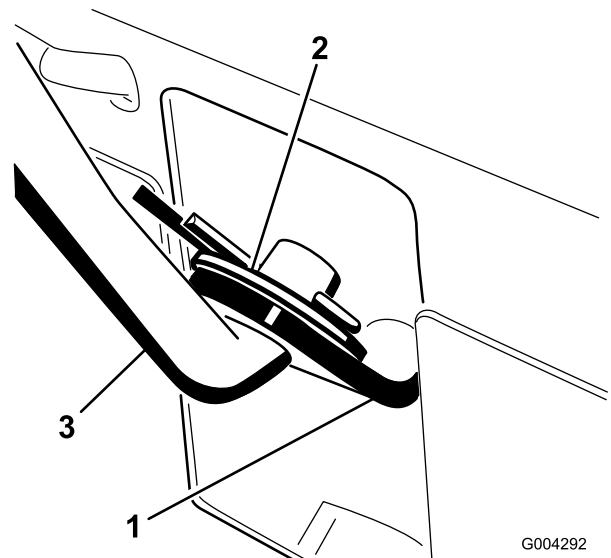

Figura 6
- Tirate la leva di selezione della velocità (Figura 6) nella posizione più esterna.
- Inserite l'asta di selezione della velocità nella leva di selezione della velocità, aggiungete una rondella piana sull'asta e fissatela con la coppiglia (Figura 6).